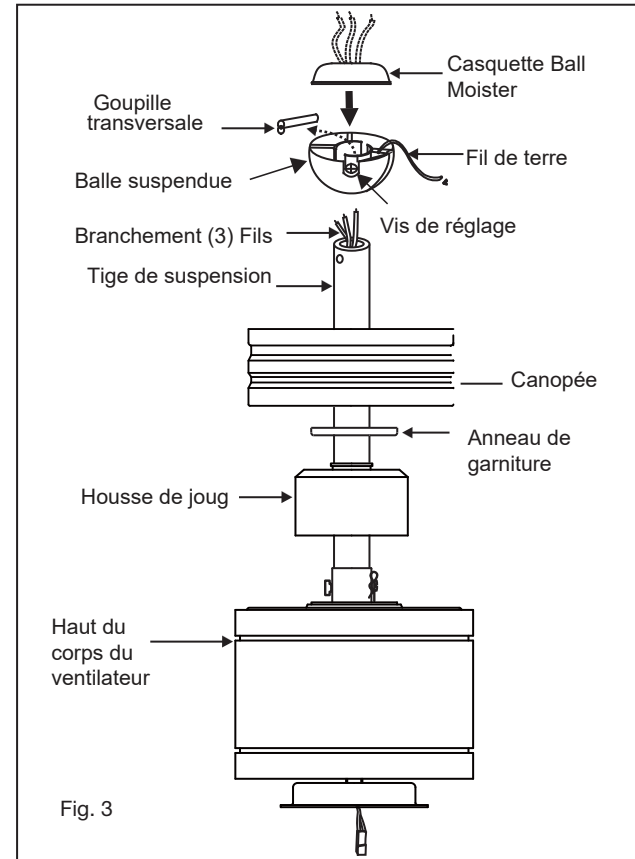

Fig. 3
- 6** Glissez le couvercle de l'étrier, l'anneau de garniture et la verrière sur la tige de suspension. (Fig.3)
- 8** Faites passer les fils à travers les trous du capuchon d'humidité de la bille en caoutchouc et faites glisser le capuchon vers le bas sur le dessus de la bille. (Fig.3)
Retirez les vis et retirez la plaque de verre du couvercle de la lampe (Fig.2), puis fixez le couvercle métallique au couvercle de la lampe B et au couvercle de la lampe A avec les vis fournies. (Fig.3)
- 1 Retirez la plaque murale existante et l'ancien interrupteur de la boîte de prise murale. (Fig. 3)